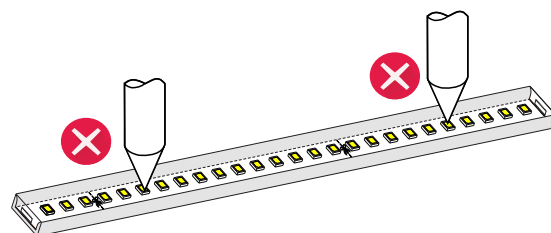

Fig. 2.2
- No perforo, recorte ni empalme la tira por los puntos que no estén indicados (Fig. 2.2). Si lo hace, dañará la placa de circuito interna.